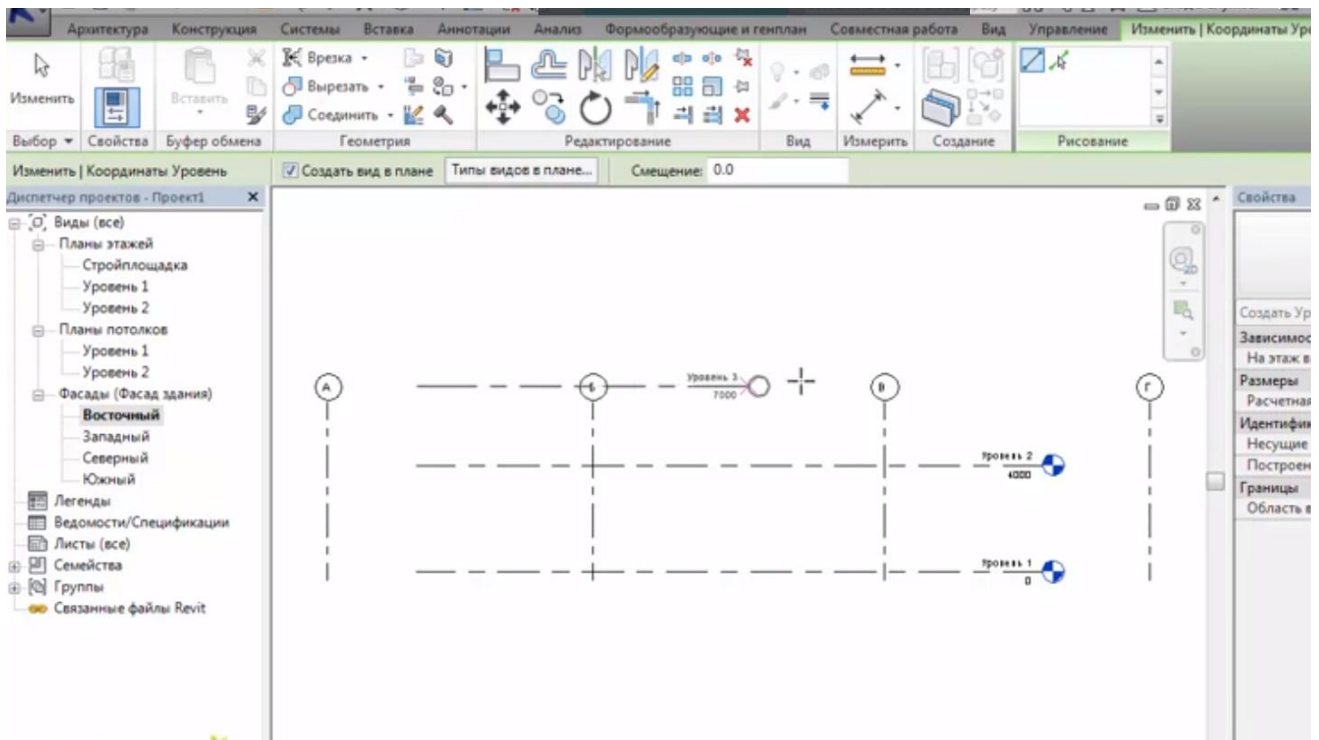

Рисунок 3.59. Создание линии уровня 3
3) Создайте линию уровня, горизонтально перемещая курсор (рис. 3.59). Система построения уровня аналогична построению осей. Сначала указывают конечную точку линии уровня (на рис. 3.59 – слева), а завершают построение точкой, к которой будет прикреплена надпись Уровень 3 и его высота от нулевой отметки. По умолчанию на панели параметров установлен флажок Создать вид сверху. Это значит, что каждый из создаваемых уровней является уровнем этажа, и с ним связаны виды плана этажа и соответствующего зеркального отображения потолка. При добавлении в проект дополнительных планов этажей необходимо задать им уровни и добавить их, иначе добавленные планы не будут размещены в проекте на соответствующие этажи.